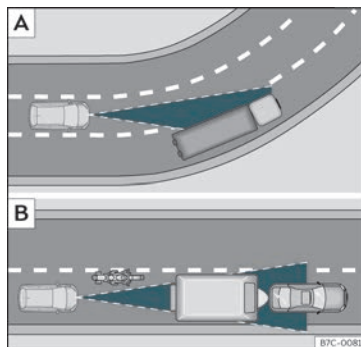

Fig. 154 [A] Veicolo in curva. [B] Motociclista che circola anteriormente fuori dal raggio d'azione del sensore radar.
L'ACC potrebbe non rilevare il veicolo che precede in una curva o potrebbe regolare la distanza con veicoli che si trovano su altre corsie » » **fig. 154** [A].
- Veicoli che circolano disallineati o al di fuori del raggio di rilevamento del sensore, ad esempio motocicli. » » **fig. 154** [B]